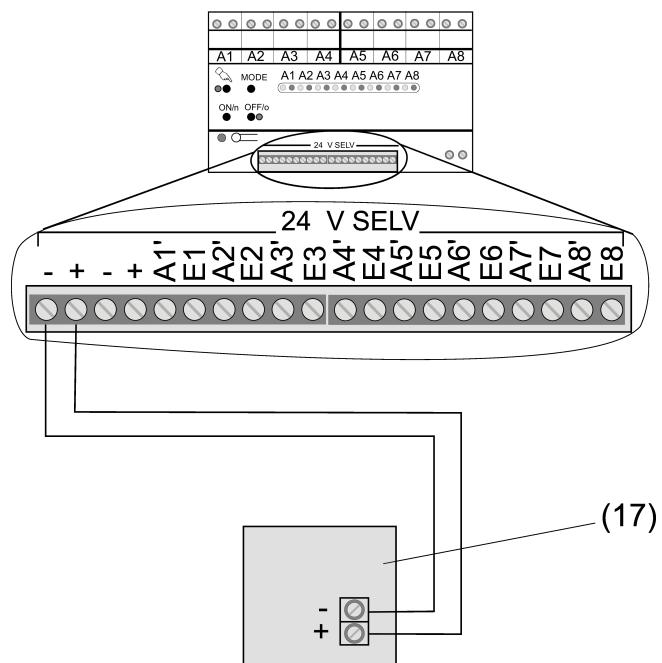

Bild 6: Anschlussbeispiel Sensormodul oder Tastsensor-Modul
- Anschluss gemäß Anschlussbeispiel vornehmen (siehe Bild 6).